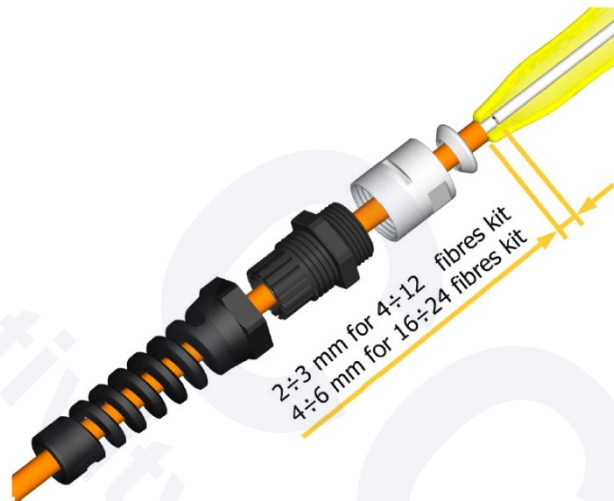

Figura 2: Sequenza Inserimento Componenti.
- 7) Inserire il codino di protezione, il pressacavo, il corpo posteriore e la boccola opportunamente orientati all'estremità del cavo da sfioccare. (Figura 2)